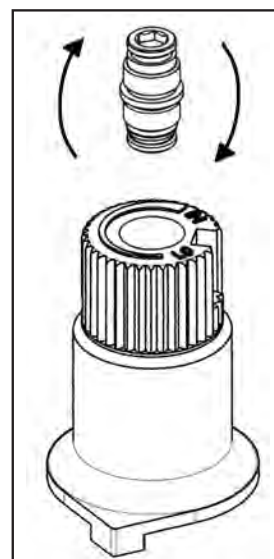

Figure 13: Retournez vis de soupape.
- f) Vérifier que si la conversion est du gaz naturel au GPL, la vis doit être ré-assemblée avec le joint torique rouge visible (voir la figure 13). Si la conversion est de GPL à NG, le joint torique rouge de la vis ne doit pas être visible.